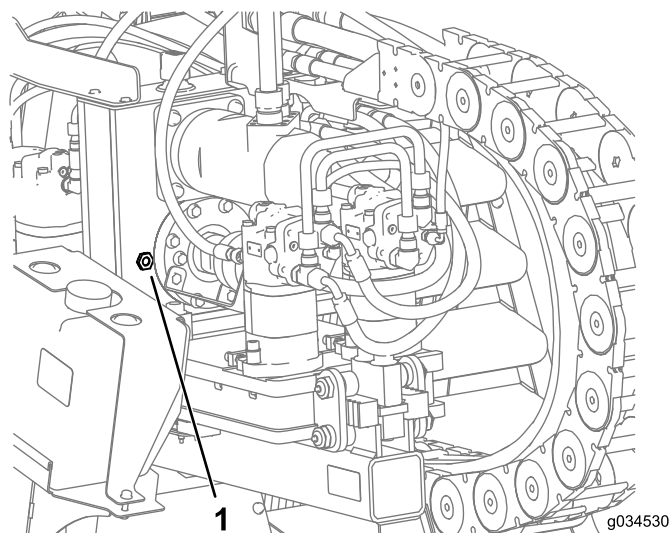

Figure 132
2. Contrôlez le niveau d'huile dans le regard sur l'entraînement du boîtier d'engrenages (Figure 132).
3. Retirez le reniflard et ajoutez de l'huile dans l'entraînement jusqu'à ce que le niveau d'huile arrive au moins à mi-hauteur du regard (Figure 132).
6. Remplissez le boîtier d'engrenages d'huile jusqu'à ce que le niveau dépasse la moitié du regard (Figure 132).